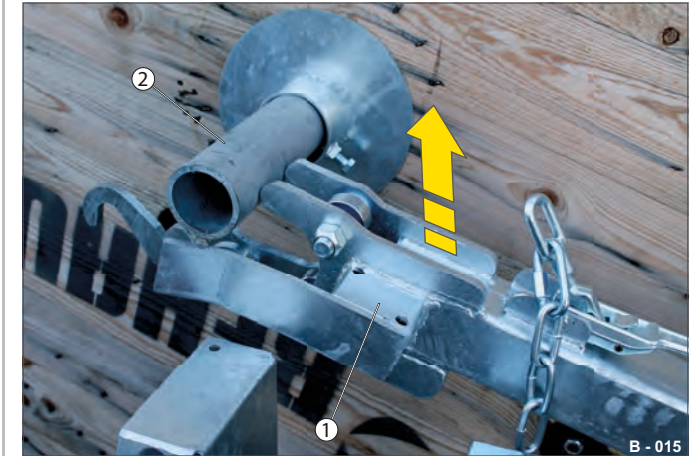

Abb. 12 Kabeltrommel aufsetzen
- ▶ Heben bzw. senken Sie das Trommelgestell (Abb. 12/1), sodass die Transportwelle (Abb. 12/2) in die Aufnahmeclauen reinrutscht.